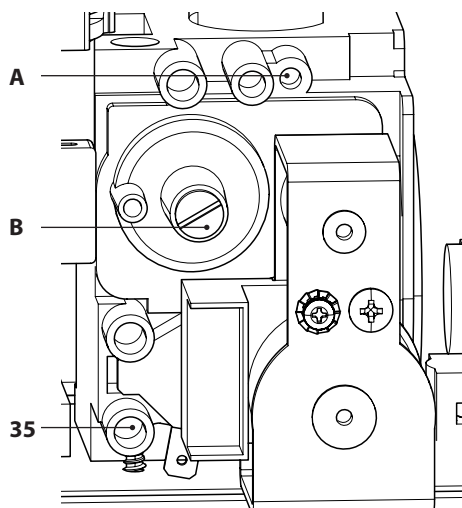

Figura 7.5
- Con la caldera apagada (fuera de servicio), compruebe la presión de alimentación usando la toma 35 de la Figura 7.5 y compare el valor indicado con los mostrados en la tabla Presiones de alimentación de gas de la sección "Datos técnicos MIA INOX 24 E" en la pág. 32.
- Vuelva a cerrar bien la toma de presión 35 de la Figura 7.5.
- Para calibrar el **CO₂** de la caldera (presión del gas en el quemador) desenrosque completamente el tapón de protección de latón B y regule el tornillo Allen \varnothing 4 mm situado debajo (Figura 7.5): girando en el sentido de las agujas del reloj el **CO₂** aumenta.
- Si los dos datos no coinciden, ajuste el tornillo de regulación de máximo RQ (A en la Figura 7.5) de la válvula de gas y calibre el CO_2 al valor indicado en la sección "Datos técnicos" en la tabla "Datos en agua sanitaria", pág. 32 (modelo MIA INOX 24 E) y pág. 35 (modelo MIA INOX 35 E). Girando en el sentido de las agujas del reloj, el CO_2 disminuye.